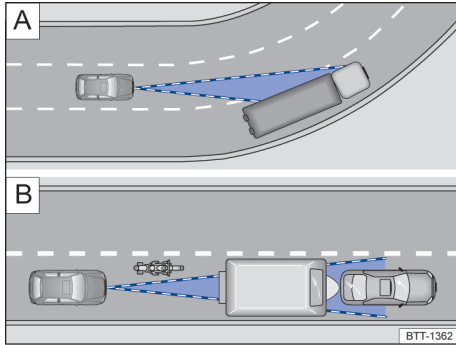

Fig. 99 A) Conducción en curva. B) Vehículos fuera del área de alcance del sensor del radar
El sensor de radar siempre realiza las mediciones en dirección recta. Por lo tanto, los vehículos en curvas cerradas pueden detectarse accidentalmente o los vehículos que se encuentran adelantate pueden no detectarse → fig. 99 A).
- Vehículos que conducen fuera del área del sensor a poca distancia del propio vehículo, por ejemplo, motocicletas → fig. 99 [B].